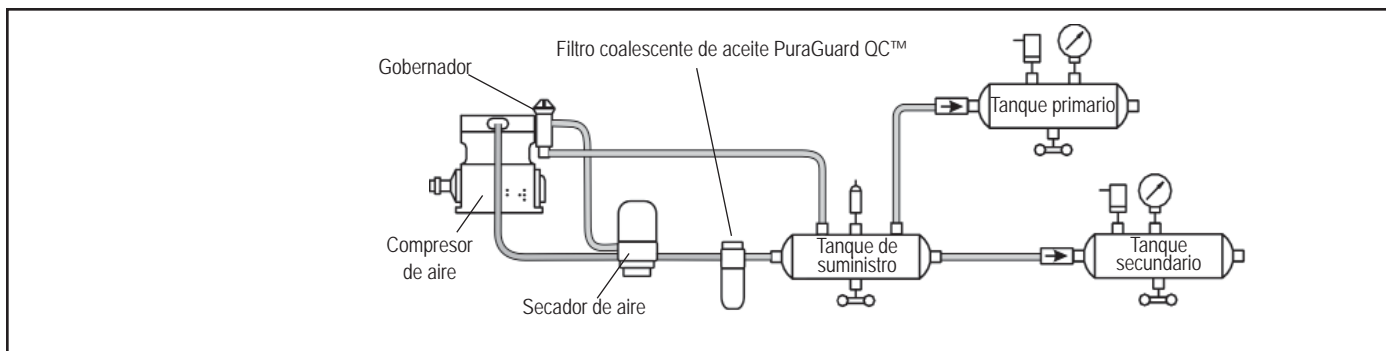

FIGURA 3 - **INSTALACION DEL SISTEMA DEL FILTRO COALESENTE DE ACEITE PURAGUARD QC™ CON SECADOR DE AIRE**
2. Colóquelo lo más cerca posible al tanque primario (suministro) y más arriba del tanque de suministro (Vea la Figura 3).